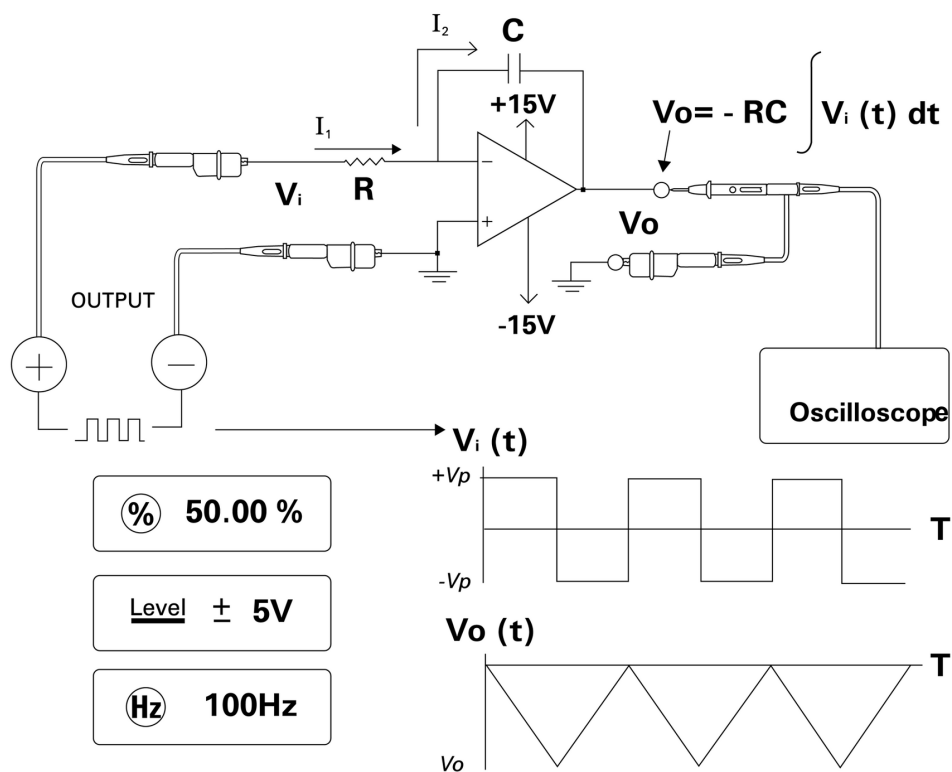

图 5-15 方波到三角波的转换
第 112 页上的图 5-15 中的积分电路的输出电压与输入电压的积分成正比。
- 3 连接运算放大器，如第 112 页上的图 5-15 所示。